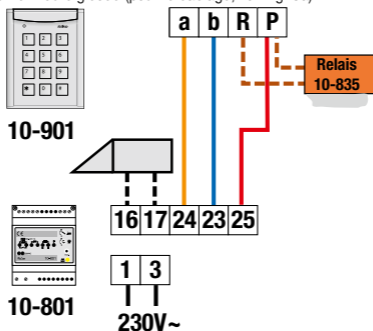

Fig. 3a: schéma de raccordement à l'alimentation système
- 4 Raccordez les conducteurs du câble aux bornes du connecteur amovible du digicode (fig.3a et 3b).
Si vous installez le digicode avec une alimentation système (10-801, 10-802 ou 10-806), la plus grande sécurité vous est garantie. Toute la communication avec l'alimentation qui commande la gâche de porte se fait de manière numérique. Si vous voulez enclencher un autre contact avec un code déterminé, vous pouvez ajouter plusieurs relais (10-830 ou 10-837) à l'installation. Vous pouvez encore raccorder un relais 24 V DC supplémentaire (10-835) à la borne R du digicode (pour le câblage, voir fig. 3a).